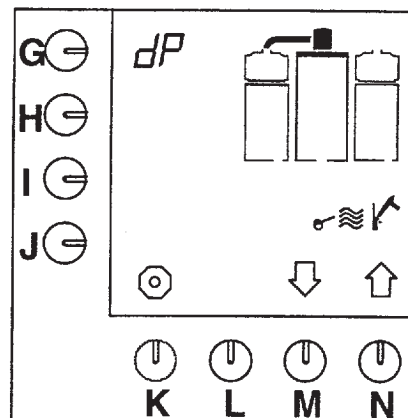

Рис.15 Начало программы по очистке системы приготовления кофе
- Нажмите, после вхождения в PIN код пользователей, 1 раз кнопку **M** ↓ - программа очистки появится на дисплее (рис. 15).